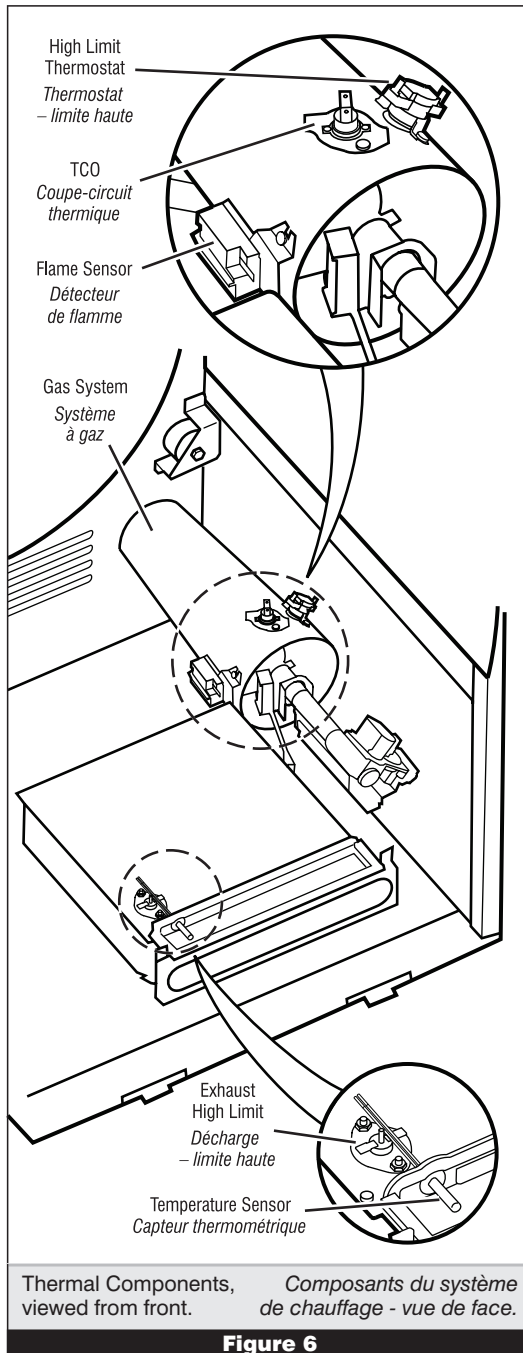

Figure 6
2. Remove the toe panel to access the thermal components. See Removing the Toe Panel, page 14. Locate the components using figure 6.
2. Enlever le panneau de plinthe pour accéder aux composants du système de chauffage. Voir Dépose du panneau de plinthe, page 14. À l'aide de la figure 6, identifier les composants.
4. Locate the high limit thermostat. See figure 6. Measure the continuity through it by connecting the meter probes on the black wires.
- Check wire connections at the machine control electronics and temperature sensor. See Accessing & Removing the Electronic Assemblies, page 12, and figure 6 for temperature sensor location.
- If wire connections are good, remove the two wires from the temperature sensor and replace the temperature sensor. See figure 6.
4. Identifier le thermostat de limite haute; voir la figure 6. Contrôler la continuité à travers le thermostat : connecter l'instrument sur les conducteurs noirs.
- Contrôler les branchements sur les broches du module de commande électronique de la machine et le capteur thermométrique. Voir Accès au module de commande électronique de la machine, page 12, et la figure 6 pour l'emplacement du capteur thermométrique.
- Si les connexions sont en bon état, débrancher les deux conducteurs du capteur thermométrique et remplacer le capteur thermométrique. Voir figure 6.